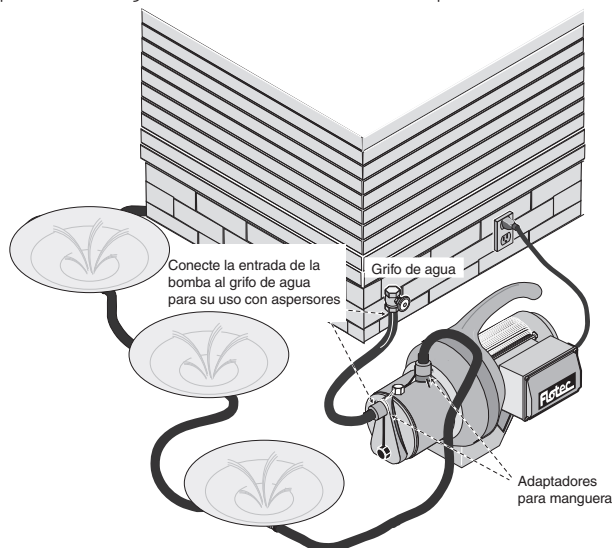

**Figura 2 - No ponga en funcionamiento la bomba con la salida cerrada**
- ◆ Cuando use una manguera de jardín como línea de descarga, no haga funcionar la bomba con la salida de la manguera o la boquilla cerradas. La manguera o la boquilla podrían reventar por exceso de presión. Ver Figura 2.